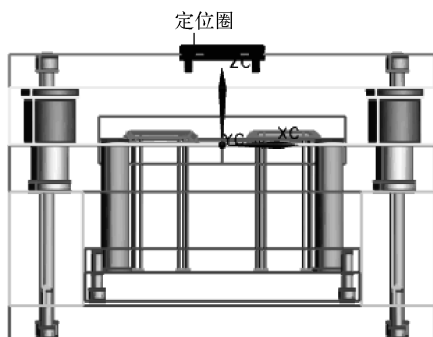

图 7-37 添加的定位圈
(4) 单击【应用】按钮, 添加如图 7-37 所示的定位圈。